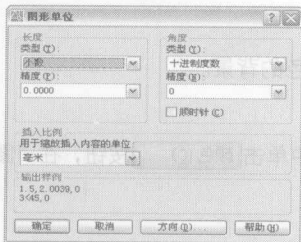

图 1.3.1
Step1: 执行“格式-单位”命令, 打开“图形单位”对话框, 如图 1.3.1 所示。